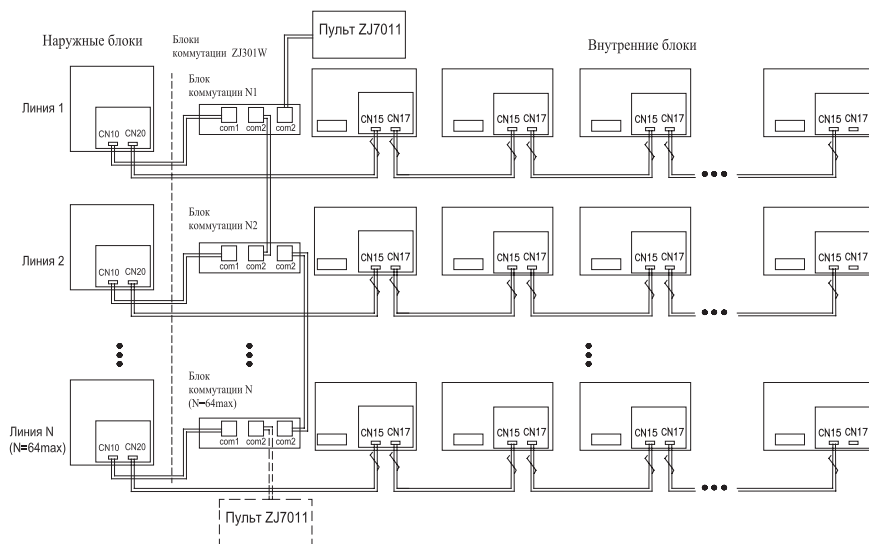
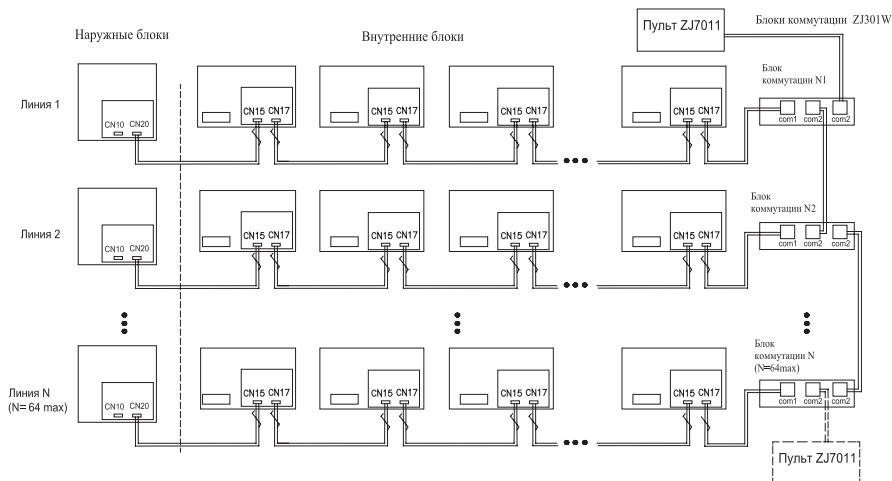

Рис. 1 – Схема подключения пульта централизованного управления ZJ7011 к наружному блоку
Рис. 2 – Схема подключения пульта централизованного управления ZJ7011 к внутреннему блоку
1.2 Пульт ZJ7011 подключается через блок коммутации ZJ301W к наружному (рис.1) или последнему внутреннему блоку (рис.2) первой или последней линии.
*Примечание: на рис.1 и 2 пунктиром показаны места альтернативного подключения пульта ZJ7011.*
1.3 Блок ZJ 301W может быть подключен к любому из двух разъемов внутренних блоков CN15 или CN17 (рис.2).